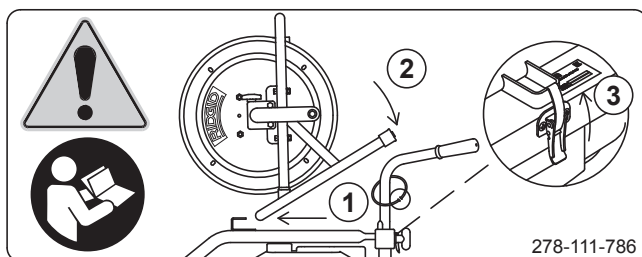

Figure 12 – Etiquette de l'enrouleur du KJ-3100
Sur le KJ-3100, ouvrez le loquet de la poignée pour retirer l'enrouleur. Reportez-vous à la *Figure 12* pour le montage de l'enrouleur. Engagez l'avant de l'enrouleur en premier sur le cadre ①. Asseyez l'enrouleur sur son support ②. Fermez le loquet de la poignée ③.